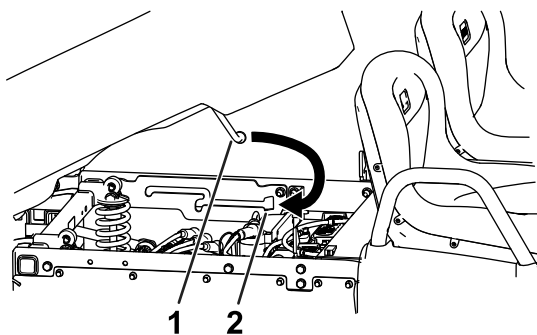

图 5
4. 调整提升装置的高度和位置，使支撑杆的短腿与左机架安装槽或支撑杆支架中支撑杆槽端部的锁孔槽对齐（图 5）。
5. 向前摆动支撑杆，将支撑杆的短腿穿过锁孔槽（图 5）。